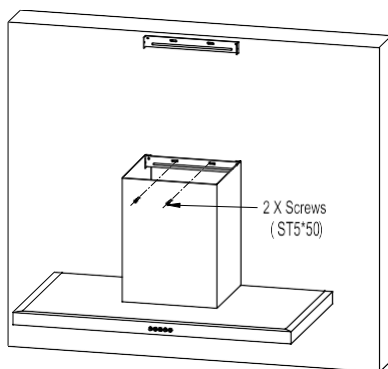

Fig.7
- Depois de conectar o tubo de exaustão, coloque a placa de instalação da chaminé para evitar que o forro caia acidentalmente da placa de instalação. Veja a Fig.7.